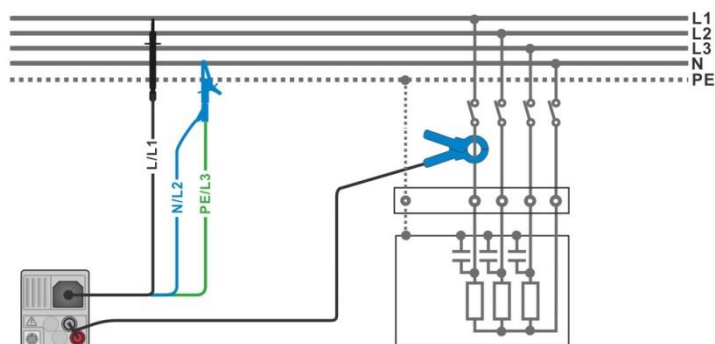

figura 7.47: Misura di potenza
- › Collegare i puntali di tensione e la pinza amperometrica all'elemento da testare (vedi **figura 7.47**).